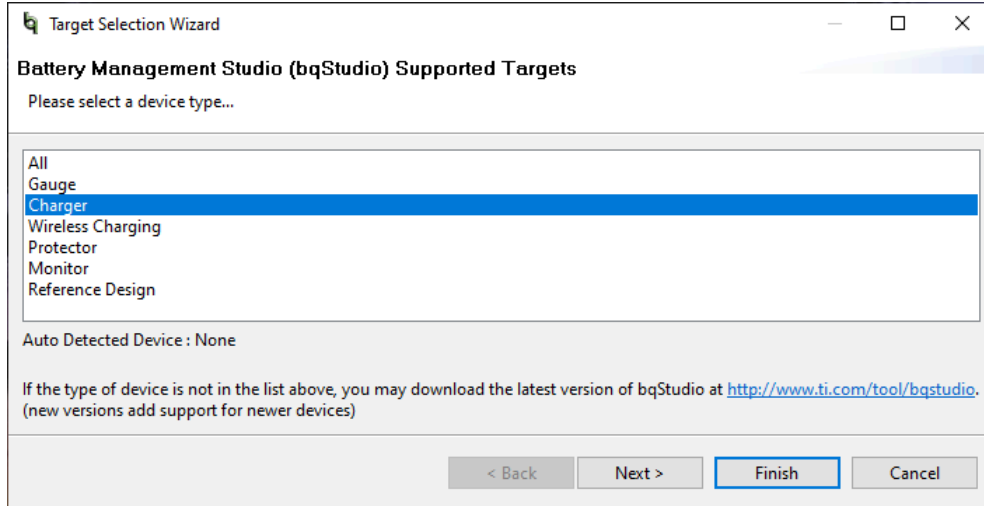

图 3-1. BQStudio 器件类型选择窗口
1. 在连接到 EV2400 或 EV2500 通信盒的计算机上，启动 Battery Management Studio (BQStudio)。如图 3-1 所示选择 “Charger”。